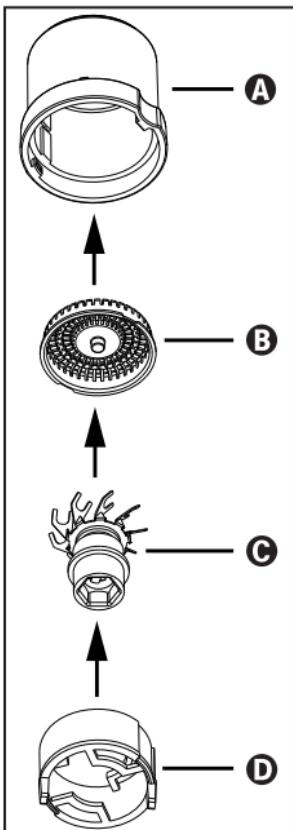

Fig. 1
- 1) Retirez la tête du rasoir **②** comme décrit au chapitre «Retirer la tête du rasoir et la nettoyer».
- 5) Pour l'assemblage, guidez le cache de la tête de coupe **B** dans le boîtier de la tête du rasoir **A** de manière à ce que les crans sur le bord du cache de la tête de coupe **B** glissent dans les butées à l'intérieur du boîtier de la tête du rasoir **A** (voir fig. 1).
- 7) Glissez la pièce intermédiaire **D** dans le boîtier de la tête du rasoir **A**. Les écarteurs saillants de la pièce intermédiaire **D** doivent pointer vers vous (voir fig. 1). Veillez à ce que les crans sur le bord de la pièce intermédiaire **D** glissent dans les butées à l'intérieur du boîtier de la tête du rasoir **A**.